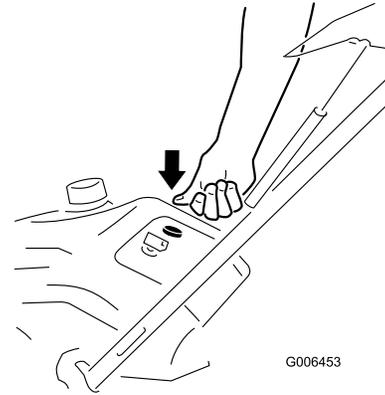

Bild 16
3. Drücken Sie die Kaltstarthilfe dreimal kräftig mit dem Daumen, halten Sie die Kaltstarthilfe jeweils für eine Sekunde gedrückt (Bild 16).